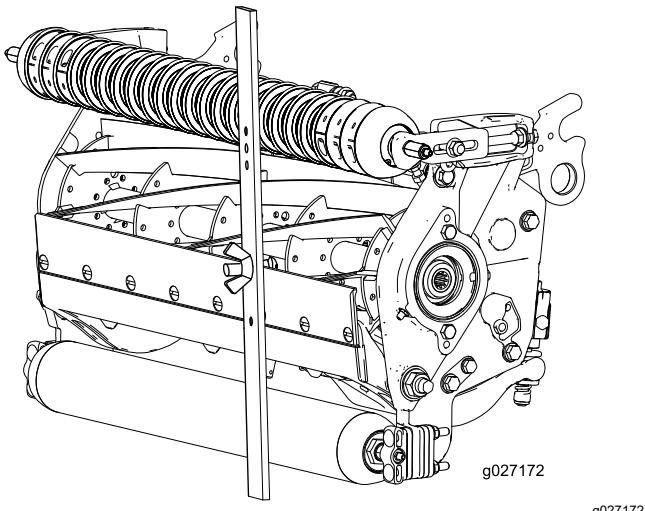

Figura 17
3. Agganciate la testa del bullone sul tagliente della controlama e appoggiate l'estremità posteriore della barra sul rullo posteriore (Figura 17).
4. Ruotate il bullone di regolazione finché il rullo anteriore non toccherà la barra di riferimento (Figura 17).